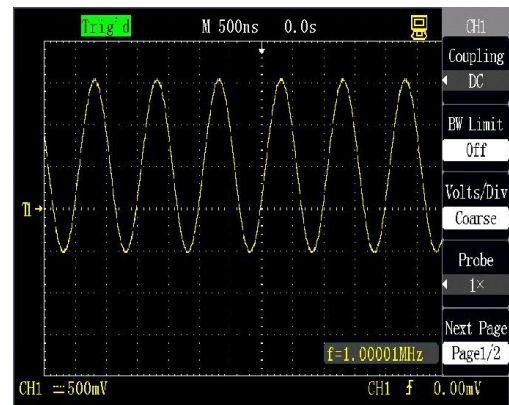

Figura 2-7 Configuração de CC
2. Pressione [CH1→] “Coupling→” “DC” e configure um modo de acoplamento de CC. Tanto o componente de CC como o componente de CA contidos no sinal medido podem passar através do canal, como mostrado na figura 2-7.